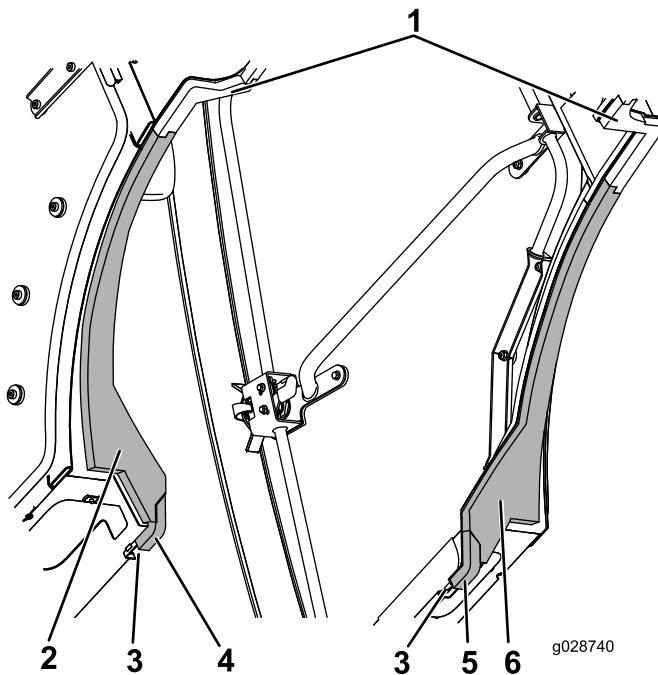

Рисунок 60
4. Совместите внутренние кромки левого и правого элементов из вспененного материала для бака с левым и правым средними элементами из вспененного материала и соедините выступы (Рисунок 60).
5. Прижмите передние кромки левого и правого боковых элементов из вспененного материала к каналу и соедините угловые задние кромки боковых элементов из вспененного материала с элементами из вспененного материала для бака (Рисунок 60).